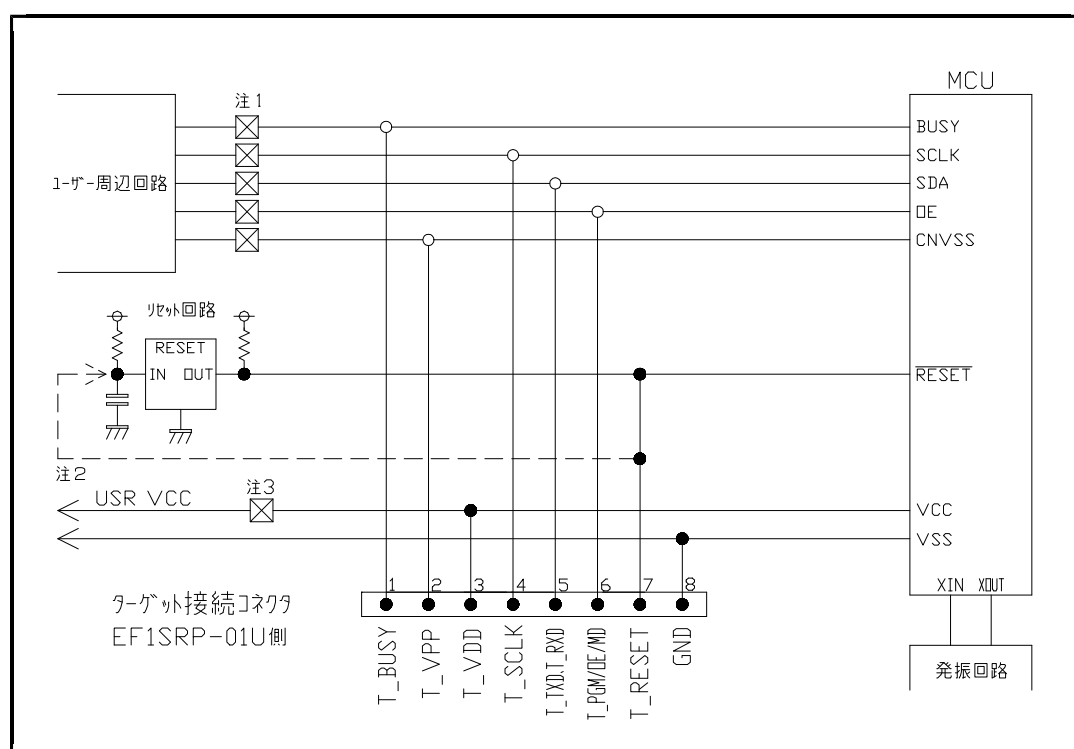

図 4 . 1 ターゲット M C U 周辺回路例
(1) 7 9 5 1 グループをご使用される場合のターゲット M C U 周辺回路例を図 4 . 1 に示します。